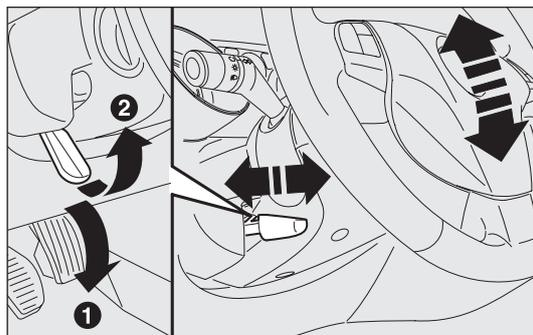

fig. 24
- sbloccare la leva A-fig. 24 spingendola in avanti (posizione 1);